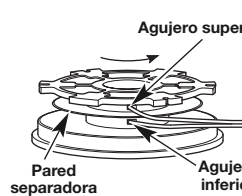

Fig. 20
2. Usando uno de los extremos separados, inserte una de las líneas en el agujero superior y la otra en el agujero inferior del carrete interior (Fig. 20).